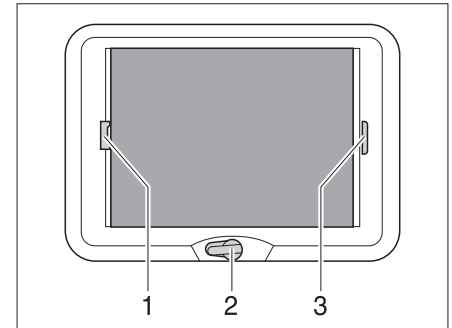

Bild 37 Vevmanövrerad taklucka
- ▶ Vrid på handveven (Bild 37,2) tills ett motstånd känns (max öppningsvinkel 70°).
- ▶ Drag i plisségardinens handtag (Bild 37,3) och släpp i önskad position. Plisségardinen stannar i denna position.
- ▶ Drag, med handtaget (Bild 37,1), insektskyddet till plisségardinens handtag (Bild 37,3) på den motsatta sidan, där det hakas i.
- ▶ Tryck insektskyddets handtag (Bild 37,1) bakåt, uppåt och haka av insektskyddet från plisségardinen (Bild 37,3).